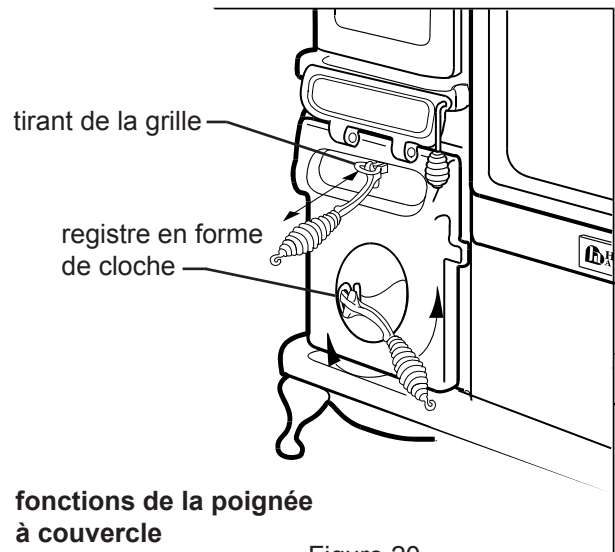

Figure 20
- Ouvrez la porte du foyer, cendrier porte, woodgrate tirer, amortisseurs de cloche et amortissement du four avec le couvercle 1415 lifter que-ces surfaces deviennent chaudes; (voir figure 20 et 21).